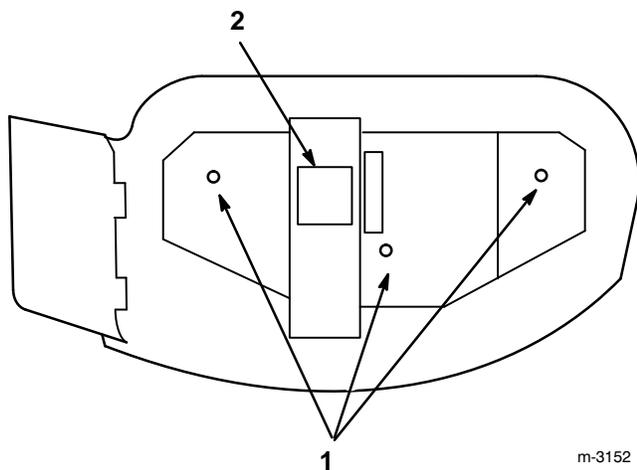

Figure 18
2. Graisser les graisseurs des roulements des trois axes de lames et du bras de tension (Fig. 18).
3. Retirer le bouchon de la boîte d'engrenages pour contrôler le niveau d'huile. Si le niveau est bas, ajouter de l'huile pour engrenage SAE EP-90 wt. jusqu'à ce que le niveau arrive jusqu'à l'arbre horizontal (primaire) de la transmission (Fig. 18).